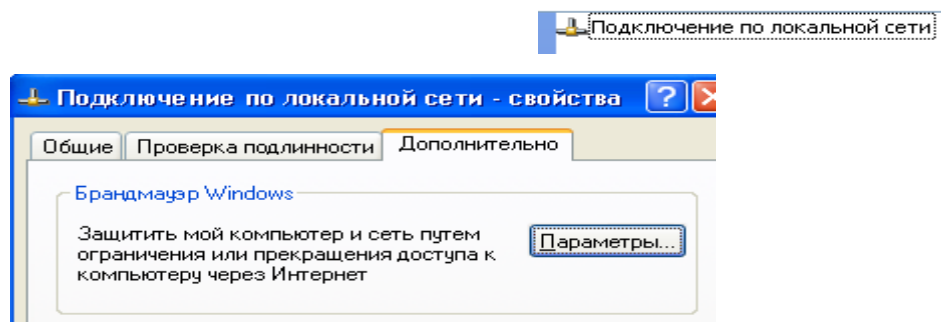

Рисунок 2.1
- в настройке сетевого подключения выбрать вкладку «дополнительно» и нажать кнопку «параметры» (см. рис. 2.1).